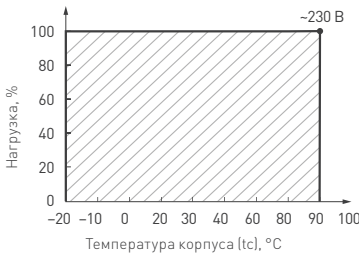

Рис. 3. Зависимость максимальной допустимой нагрузки, % от температуры корпуса
- Дайте источнику питания поработать 60 мин., подключив нагрузку, которую вы предполагаете использовать. Источник питания должен находиться в тех же условиях, как и при последующей эксплуатации. На рис.3 указана зависимость нагрузки в % от температуры корпуса.